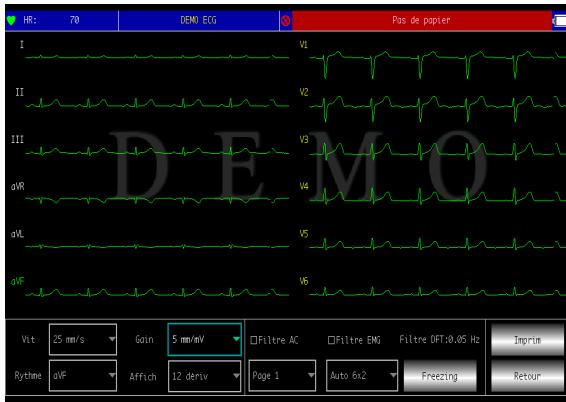

Figure 6-2 Invite de manque de papier
- (2) Sortez le papier d'enregistrement de la fente du couvercle du compartiment papier et fermez le couvercle.
6.1.3 Si le papier d'enregistrement s'épuise pendant l'enregistrement, l'appareil cessera automatiquement d'imprimer et l'écran affichera un message indiquant qu'il n'y a plus de papier, comme le montre la figure 6-2.